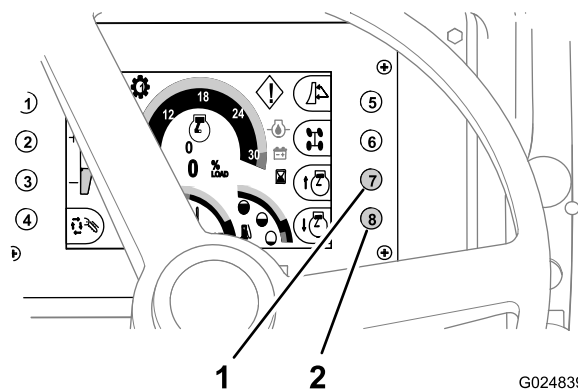

Figura 38
- Para **aumentar** a velocidade do motor, pressione o botão 7 na central de comando (Figura 38).
- Para **reduzir** a velocidade do motor, pressione o botão 8 na central de comando (Figura 38).